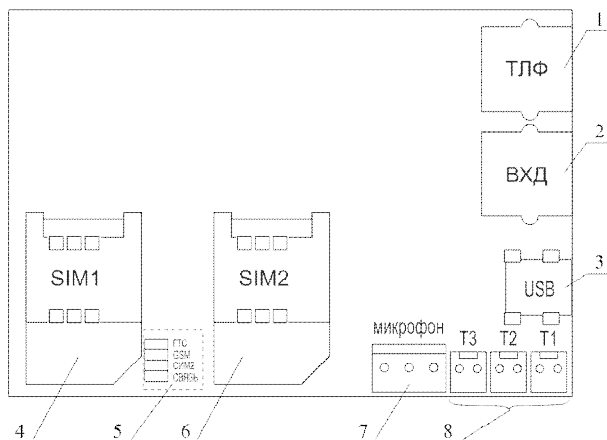

Рисунок 3. Вид на индикаторы и разъемы модуля МАД.
7.3. Модуль имеет органы индикации (см. Рисунок 3, стр. 14):
7.5. После включения прибора индикатор «GSM», установленный на МАД (см. Рисунок 3, стр. 14) не светится несколько секунд, пока выполняется инициализация оборудования. Затем следует длинная серия вспышек.